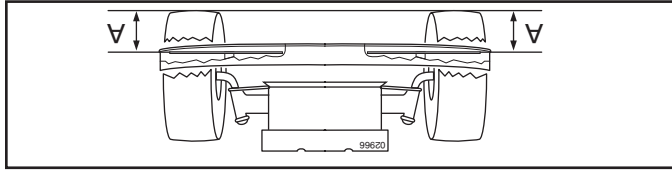

Fig. 30
- AJUSTEMENT LATÉRAL DE PRÉCISION (Voir la Fig. 30)**